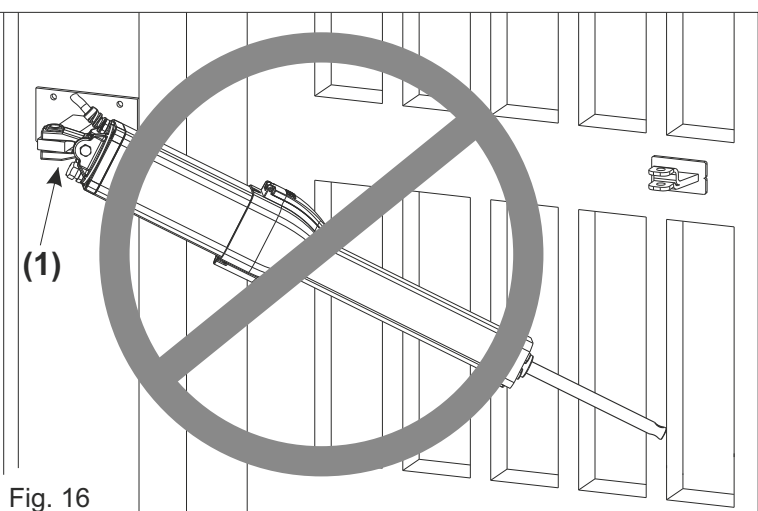

Fig. 16
! ne pas incliner l'opérateur au-delà de l'angle permis par la fourche oscillante (1), sous peine de la possible rupture de cette dernière (Fig. 16)